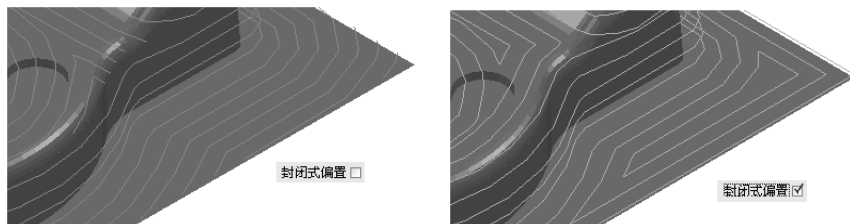

图 2-84 封闭式偏置
(1) 封闭式偏置 该选项是对平坦区域而言，选中该复选框，创建从外向内的封闭三维偏置刀具路径；否则创建从内向外的三维偏置刀具路径，如图 2-84 所示。